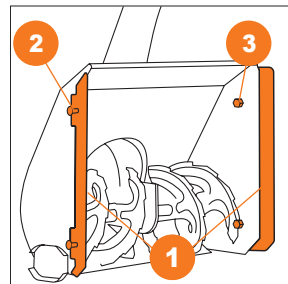

Рис. 30
- Присоедините расширители **1** с обеих сторон ковша и закрепите их болтами **2** и гайками **3** (Рис. 30).